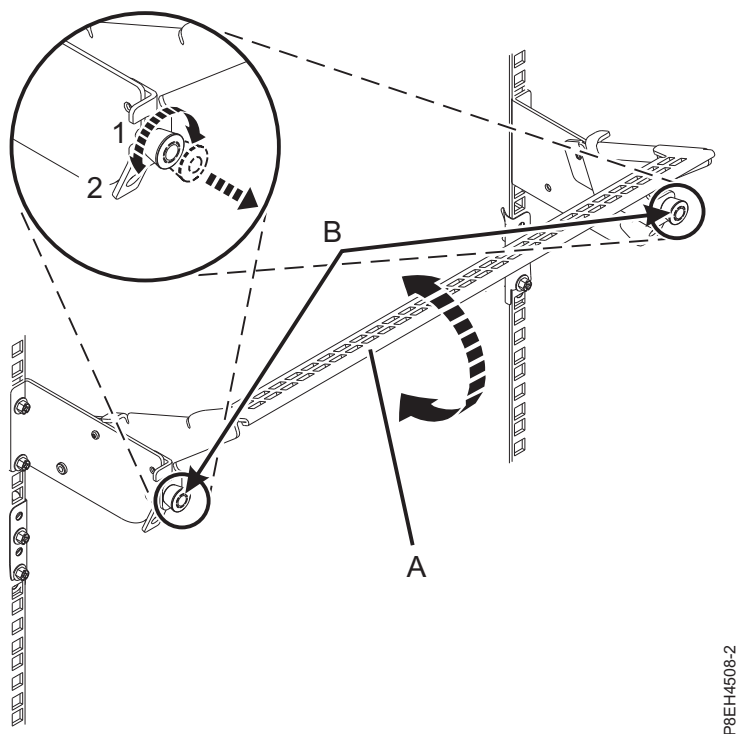

Figura 13. Colocación de la abrazadera portacables en posición operativa
- a. Extraiga los cierres de giro de 90 grados (**B**) y hágalos girar para soltarlos mientras levanta la abrazadera portacables (**A**) llevándola a su posición más baja (**2**). Consulte la Figura 13 en la página 15.